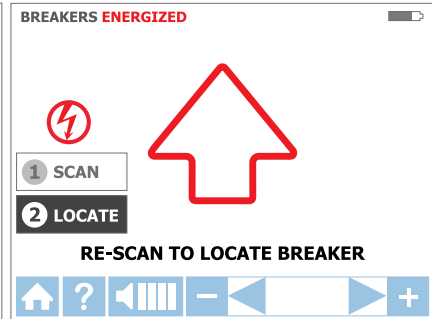
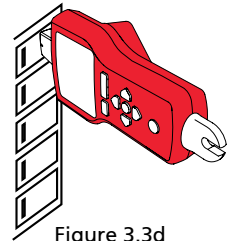

Figure 3.3c
Figure 3.3d
2. Balayez chaque disjoncteur pendant une demi-seconde en le touchant avec le capteur de pointe. Assurez-vous que la rainure du capteur de pointe est parallèle à la longueur du disjoncteur (voir Figure 3.3d)
1. Sélectionnez le mode LOCALISER à l'aide des flèches directionnelles pour mettre en surbrillance ce mode de fonctionnement et en appuyant sur le bouton jaune « ENTRÉE ». (Voir figure 3.3c)
2. Rebalayez chaque disjoncteur en les touchant avec le capteur de pointe pendant une demi-seconde. La flèche rouge animée indique l'avancement du balayage (voir figure 3.3c). Assurez-vous que la rainure du capteur de pointe est parallèle à la longueur du disjoncteur (voir Figure 3.3d).